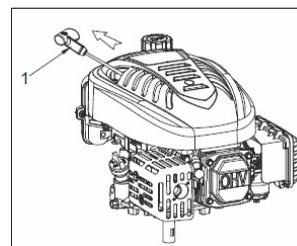

Fig.3
⚠ AVERTISSEMENT : Ne laissez pas la poignée du démarreur (1) se rapprocher du moteur. Retournez-le doucement pour éviter d'endommager le démarreur. (Fig.3)